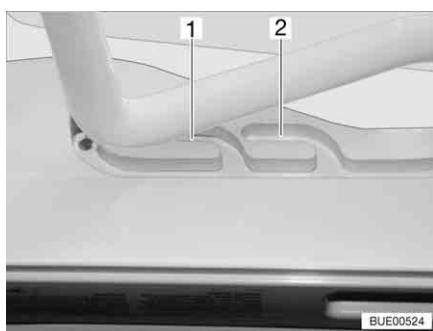
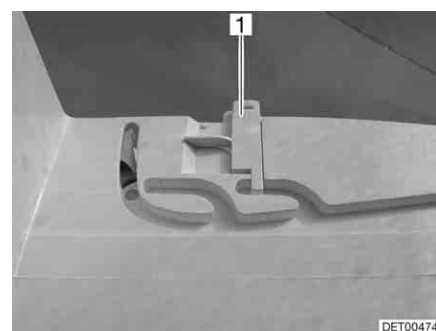

Bild 98 Heki-takluckan i ventilationsläge
Bild 99 Lås ventilationsläge
Heki-takluckan kan ställas i två ventilationslägen: Läget för dåligt väder (Bild 98,1) och mittläget (Bild 98,2). Beroende på modell kan takluckan låsas i mittläget med de båda spärrarna (Bild 99,1) till höger och vänster om ramen till takluckan.
- Tryck bygel lätt uppåt och skjut in den i det valda spåret (Bild 98,1 eller 2) och lås eventuellt.